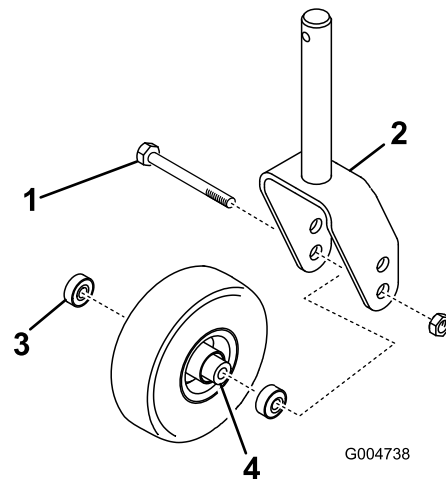
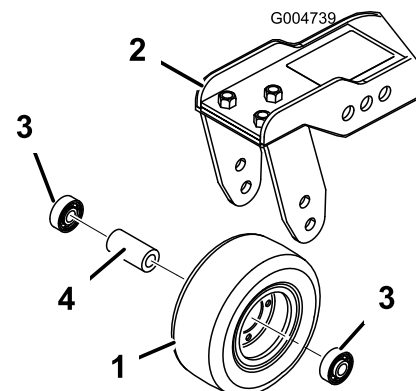

Figure 86
Figure 87
1. Retirez le contre-écrou du boulon qui fixe la roue pivotante entre la fourche (Figure 86) ou le bras de la roue pivotante (Figure 87).
2. Enlevez le roulement du moyeu de la roue et laissez tomber la douille d'écartement à l'extérieur (Figure 86 et Figure 87).